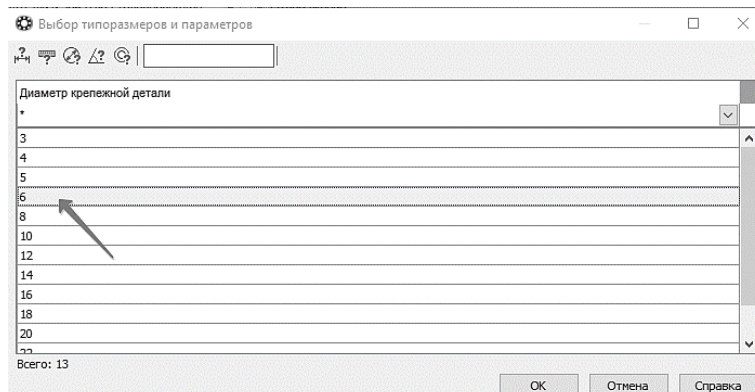

Рис. 92. Окно размеров Шайбы
10.1.8В списке **Выбор типоразмеров и параметров** выполните двойное нажатие левой кнопки мыши на значении диаметра крепежной детали **6 мм** (рис. 92). Кроме размеров можно определять другие параметры изделия: материал шайбы, материал и толщину покрытия.